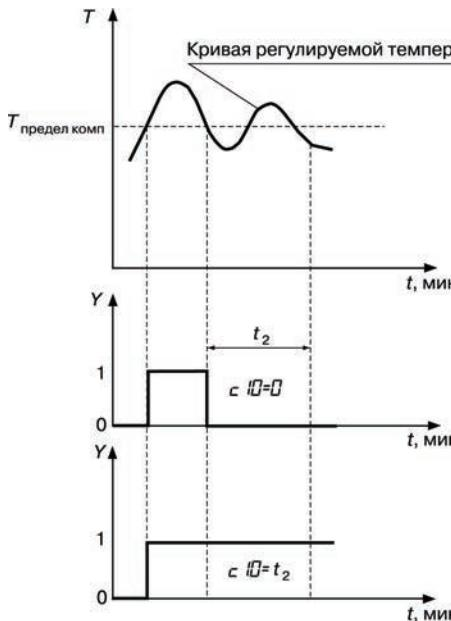

Рисунок 3.20 – Задержка отпускания компаратора: компаратор "не отпустил"
- если время нахождения управляемой величины ниже установленного предела после срабатывания компаратора меньше  $t_2$  (установленного времени задержки отпускания компаратора), то отпускания не происходит (рисунок 3.20);